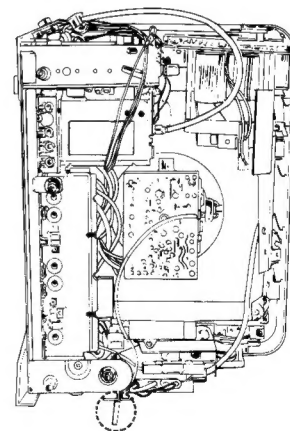

Fig. 17 Abb. 17
5. Lay down the set as in fig. 17.
5. Einheit nach Abb. 17 hinlegen.